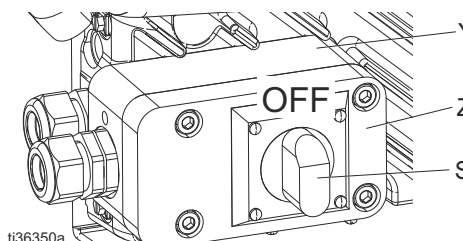

FIG. 2 : Interrupteur marche/arrêt
2. Tirer le cordon jusqu'à l'appareil et déposer les quatre vis de façon à pouvoir séparer le couvercle (Z) du boîtier de raccordement avec interrupteur d'alimentation (S) du boîtier de raccordement. Voir FIG. 2.